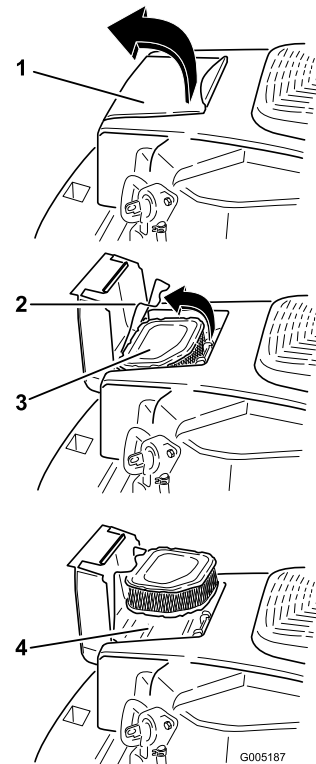

Figura 26
1. Abra la tapa del limpiador de aire de la carcasa del soplador para tener acceso al elemento del limpiador de aire (Figura 26).
2. Abra el enganche de alambre y retire el elemento del limpiador de aire (Figura 26).